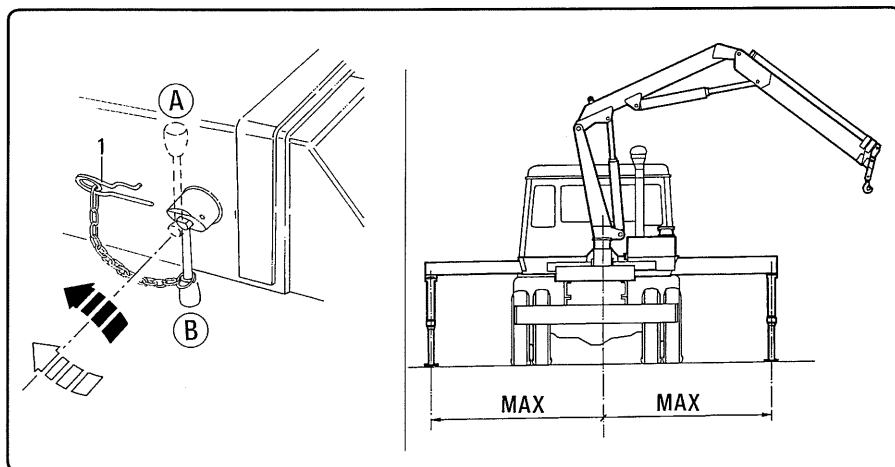

fig. 6.24.1
- 1 Sbloccare i bracci stabilizzatori (uno per volta agendo sull'apposita maniglia di bloccaggio pos. "A" fig. 6.24.1) e sfilare manualmente il braccio stabilizzatore. A corsa quasi ultimata rimettere la maniglia in posizione di blocco (pos. "B" fig. 6.24.1); assicurarsi che il perno sia bloccato nell'apposito foro del braccio stabilizzatore. Ripetere l'operazione per ciascun stabilizzatore, compresi quelli supplementari.
- 1 Release the outrigger booms (one at a time) by means of the appropriate locking handle (pos. "A" fig. 6.24.1). When the booms is almost fully extended, return the handle to the locking position (pos. "B" fig. 6.24.1) checking that the pin is locked in the appropriate hole into the outrigger boom. Repeat this operation for each of the outriggers, including the supplementary ones.
Ad operazione ultimata verificare sempre che tutte le maniglie di fig. 6.24.1 si trovino in posizione di blocco "B" e la spilla di sicurezza "1" sia inserita.
At the end of the operation, always make sure the hand-grips in figure 6.24.1 are locked in position "B" and the safety pin "1" is fitted.